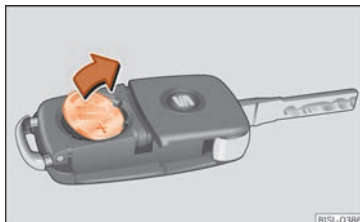

Abb. 130 Fahrzeugschlüssel: Batterie herausnehmen.
- Batterie mit einem geeigneten dünnen Gegenstand aus dem Batteriefach heraushebeln » » Abb. 130.
- Neue Batterie wie gezeigt ansetzen » » Abb. 130 und entgegen der Pfeilrichtung in das Batteriefach drücken » » ❶.